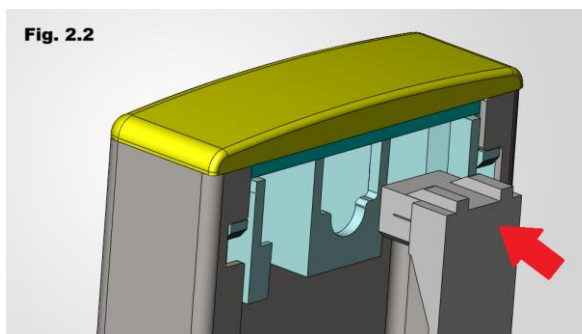

Fig. 2.2 — Inserimento della "Codina" (Part. B) nella testata superiore
3. Prendere la "Codina" (Part. B) e inserirla nell'apposita sede sulla testata superiore della pulsantiera (Fig. 2.2).